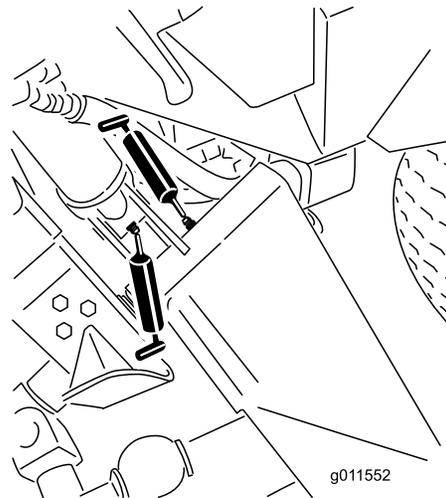
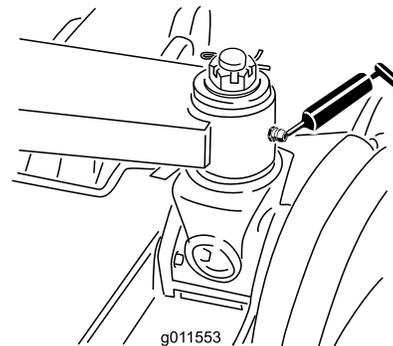

Figure 43
Figure 44
- Bagues de bras de relevage principal (6) (Figure 43 et Figure 44)